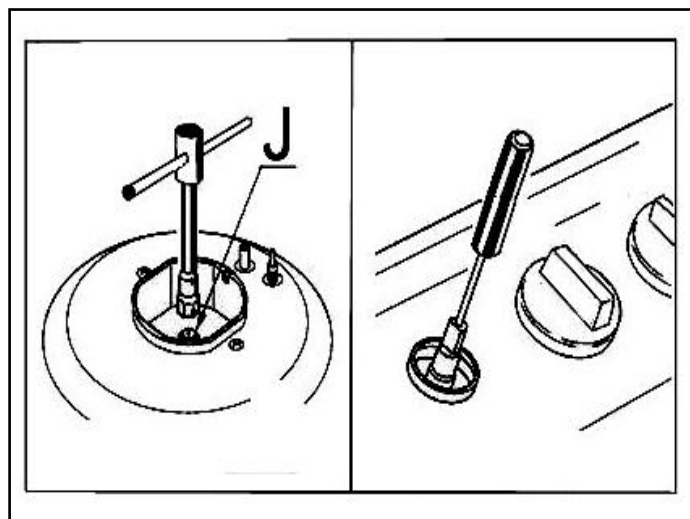

Рис. 9
- Выверните жиклеры «J» (см. рис. 9) торцевым ключом на 7 мм и замените их подходящими (см. таблицу «Диаметры жиклеров, мм»). Жиклеры маркируются указанием диаметра отверстия в миллиметрах в верхней части жиклера;
стержень вентиля (см. рис. 9). В вентилях, оборудованных предохранительным клапаном системы «газ-контроль», регулировочный винт может находиться снаружи стержня вентиля.